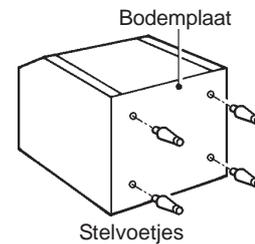

Fig. 3
- 1) Draai de vier meegeleverde pootjes (bunker-accessoire) volledig vast aan de onderkant van de bunker. Zie Afb. 3.